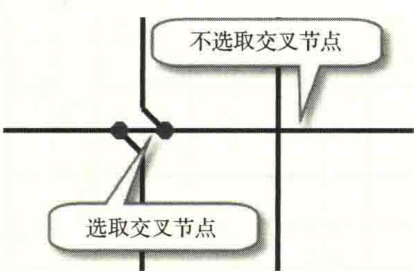

图 1-24 交叉节点的选取
(4) Convert Cross-Junctions (自动生成交叉节点)：开启此项设置之后，在两条导线进行交叉连接时会显示电气节点；反之，不会形成节点，外观上为十字交叉，如图 1-24 所示。一般推荐此项不勾选。